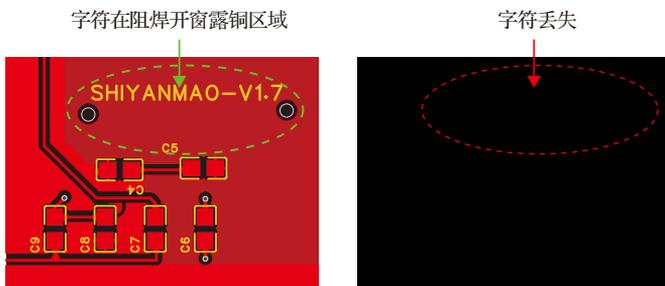

图 7-9 字符设计在阻焊开窗露铜区域设计稿与实物板图片
(1) 字符放置在阻焊开窗露铜区域:PCB 制造商按照“露铜(露焊盘)优先”原则处理,可能掏空阻焊开窗露铜区域内的字符,导致字符残缺或丢失,如图 7-9 所示。